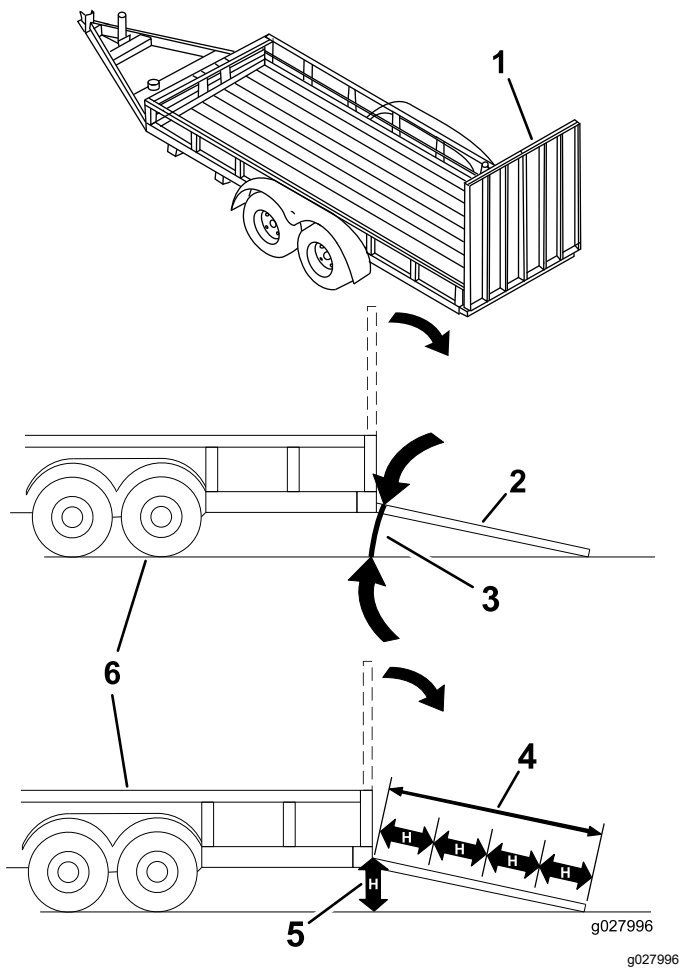

Figura 26
El cargar la máquina en un remolque o un camión aumenta la posibilidad de un vuelco y podría causar lesiones graves o la muerte (Figura 26).
1. Baje la rampa, asegurándose de que el ángulo entre la rampa y el suelo no supera los 15 grados (Figura 26).